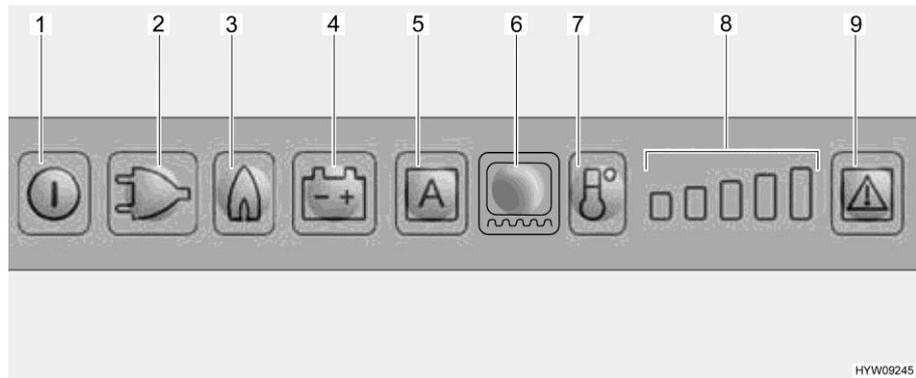

Fig. 186 Cuadro de mando de LED (frigorífico Dometic)
Al seleccionar el suministro de gas se abre automáticamente el seguro de encendido, de forma que puede fluir gas hacia el quemador. Simultáneamente se conecta el encendedor electrónico. Si se apaga la llama de gas, p. ej. debido a un golpe de viento, el encendedor se activa inmediatamente y enciende de nuevo el gas. En caso de alguna avería en el funcionamiento a gas, parpadearán los botones luminosos Gas (Fig. 186,3) y Avería (Fig. 186,9) y sonará una alarma acústica por 20 segundos.
**Conectar:** ■ Pulsar la tecla On/Off (Fig. 186,1) por aprox. 2 segundos. El frigorífico se conectará, se visualizará el modo de funcionamiento seleccionado más recientemente.
**Seleccionar el modo de funcionamiento:** ■ Pulsar el botón luminoso para el modo de funcionamiento deseado (Fig. 186,2 - 4) o el modo automático "AES" (Fig. 186,5) (sólo en el caso del modelo AES).
**Ajustar la temperatura de refrigeración:** ■ Ajustar la temperatura de refrigeración con la tecla Nivel de refrigeración (Fig. 186,7). El indicador de nivel de refrigeración (Fig. 186,8) indicará el ajuste seleccionado del termostato.
**Desconectar:** ■ Pulsar la tecla On/Off (Fig. 186,1) por aprox. 2 segundos.
Una vez conectado, el frigorífico automáticamente seleccionará el ajuste medio del termostato. Este ajuste puede modificarse manualmente con la tecla Nivel de refrigeración (Fig. 186,7). Pasan algunas horas hasta que el frigorífico alcanza la temperatura de servicio normal. Al cambiar a otro modo de funcionamiento, se conservará el ajuste del termostato.
- Conectar la calefacción de marco por un período de 2 horas: Pulsar el botón luminoso Calefacción de marco (Fig. 186,6) una vez. Estará iluminada una barra del indicador de nivel de refrigeración (Fig. 186,8).
- Conectar la calefacción de marco por un período de 5 horas: Pulsar el botón luminoso Calefacción de marco (Fig. 186,6) dos veces. Estarán iluminadas dos barras del indicador de nivel de refrigeración (Fig. 186,8).
- Ajustar la calefacción de marco en funcionamiento continuo: Pulsar el botón luminoso Calefacción de marco (Fig. 186,6) tres veces. Estarán iluminadas tres barras del indicador de nivel de refrigeración (Fig. 186,8).
El indicador de nivel de refrigeración (Fig. 186,8) visualizará el tiempo de funcionamiento de la calefacción de marco por algunos segundos.
En caso de alguna avería, el botón luminoso Avería (Fig. 186,9) parpadeará. Además parpadeará o bien uno de los botones luminosos Modo de funcionamiento o el indicador de nivel de refrigeración. Adicionalmente sonará una señal de advertencia acústica. Para indicaciones con respecto a la indicación de errores y la eliminación de errores, véase el capítulo 15.
- ▷ Después de haber eliminado una avería del funcionamiento a gas, pulsar el botón luminoso Reset (Fig. 186,9).